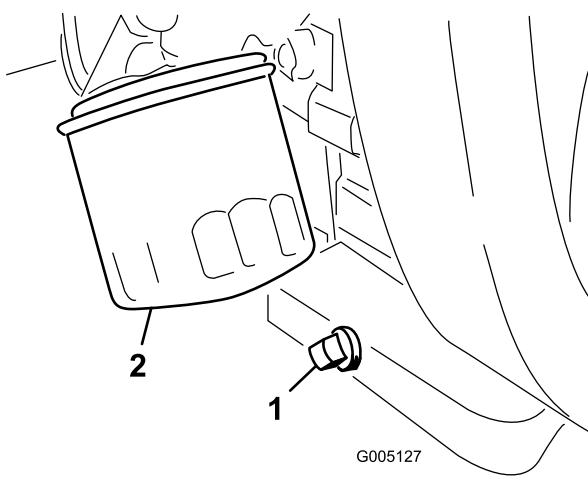

Figura 43
1. Retire el tapón de vaciado (Figura 43) y deje fluir el aceite a un recipiente apropiado. Cuando el aceite deje de fluir, coloque el tapón de vaciado.
2. Retire el filtro de aceite (Figura 43). Aplique una capa ligera de aceite limpio a la junta del filtro nuevo.